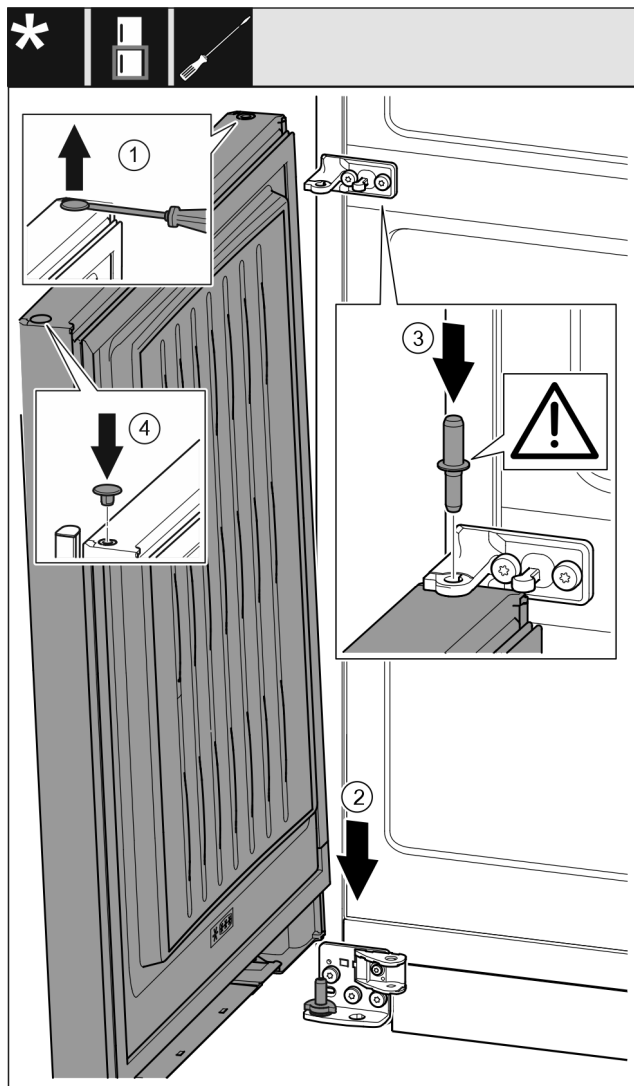

Fig. 41
- ▶ Осторожно приподнимите шлицевой отверткой заглушку и извлеките ее. Fig. 41 (1)
- ▶ Установите дверь сверху на нижний опорный палец. Fig. 41 (2)
- ▶ Вставьте середину опорного пальца через средний опорный кронштейн в нижнюю дверь. При этом следите за тем, чтобы выступ фиксатора был направлен назад. Fig. 41 (3)
- ▶ Снова вставьте заглушку с другой стороны. Fig. 41 (4)